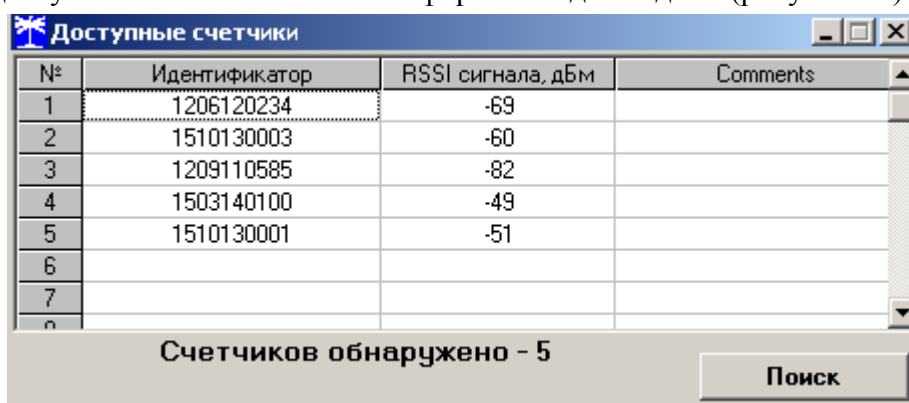

Рисунок 44 – Форма «Доступные счетчики»
5.6.8.3 Для работы с любым найденным счетчиком из таблицы (рисунок 44) достаточно произвести двойной щелчок левой кнопкой манипулятора «Мышь» на записи требуемого счетчика. При этом его адрес (серийный номер) переписывается в окно «Адрес радиомодема счетчика» и автоматически переписывается в терминал, как по кнопке «Записать адрес удаленного модема в текущей сессии обмена» (п. 5.6.5).